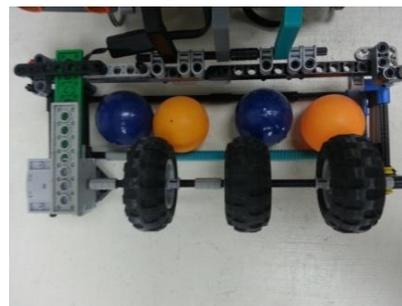
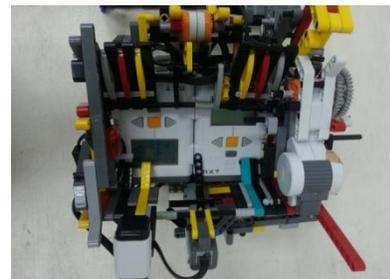
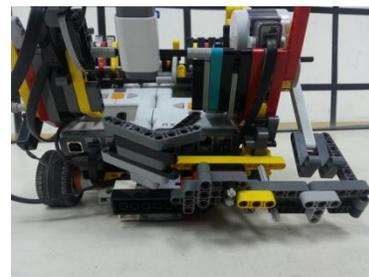

Fig. 3: Garra.
Fig. 4: Depósito.
Fig. 5: Clasificador y eyector.
1) *Chasis:* El robot está construido en base a piezas de plástico típicas del set de LEGO® Mindstorm^[1], compuesto por los clásicos bloques, conectores, piezas flexibles y ruedas, que permiten la movilidad del robot. Con sus 25 cm de largo x 25 cm de ancho x 25 cm de alto (ver figura 1), representa la idea clásica de un tractor recolector de trigo (ver Fig. 2), el cual consta de una garra (ver Fig. 3) con la que el robot irá recorriendo la cancha recolectando las pelotas de ping-pong, un depósito (ver Fig. 4) en el cual serán almacenadas las pelotas y clasificadas; y finalmente un eyector (ver Fig. 5), el cual enviará al campo contrario las pelotas anaranjadas. Ésta forma le permitirá al robot recolectar la mayor cantidad de pelotas posibles en poco tiempo, permitiéndole realizar varios recorridos alrededor del campo, y abrir la posibilidad de implementación de varias estrategias para las partidas según el oponente al que se enfrente.